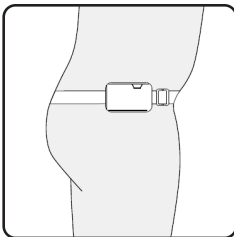

Figura 4: Ajuste el cinturón al cuerpo del paciente y adapte el ancho, si es necesario.
1. Ajuste el cinturón alrededor de la cintura del paciente. Tire y ajuste el cinturón en la medida necesaria (**Figura 4**). El cinturón debe ajustarse de la forma más cómodamente posible para el paciente. La bolsa del EP está colocada por encima de la cintura del paciente.